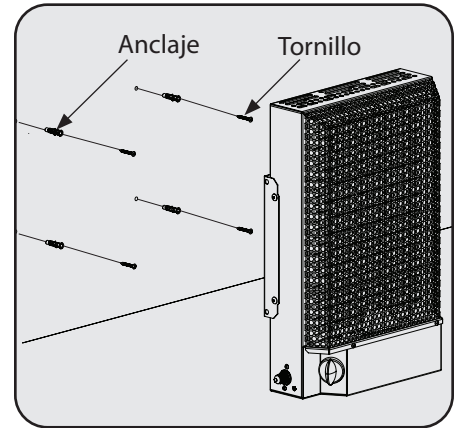

Figura 3
5. Empuje los anclajes de plástico dentro de cada orificio y coloque los tornillos en ellos. Consulte la Figura 3.